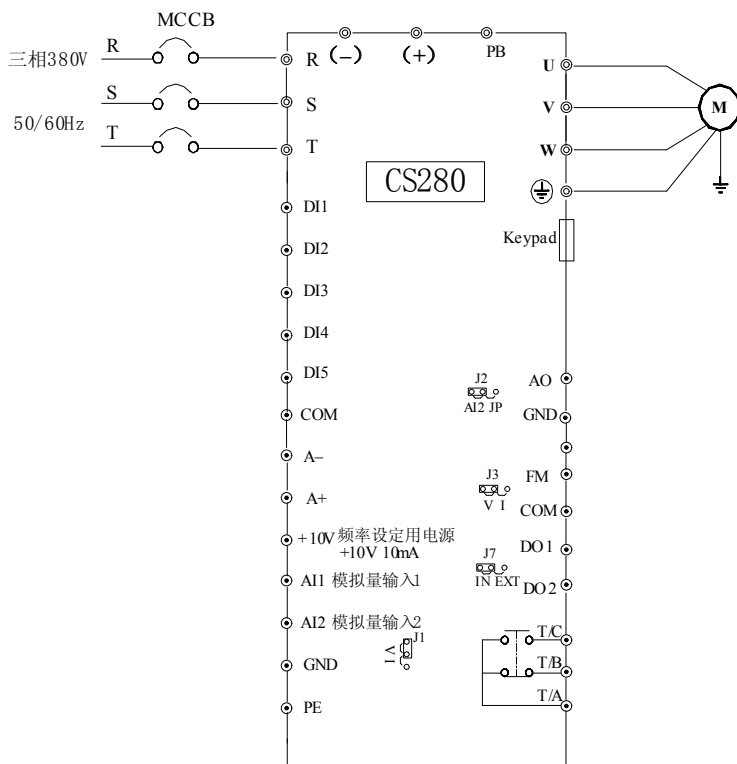

图 4-13 实验室验证接线方法
- 1) 按照图 4-13 接线连接变频器电源及电机（只接变频器电源线 R, S, T 和电机线 U, V, W）；